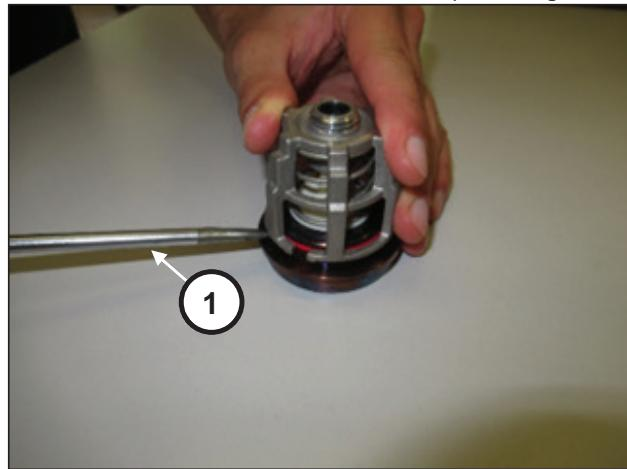

Fig. 97
Desmonte os grupos de válvulas de aspiração e descarga fazendo alavanca com ferramentas comuns (pos. ①, Fig. 97).